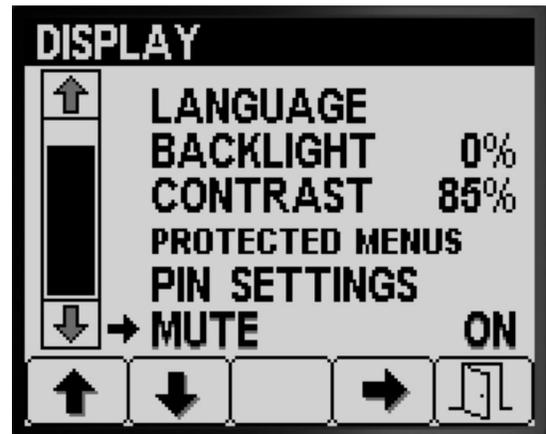

图 30
1. 按 1 号或 2 号按钮可导航至 MUTE 静音选项图 30。